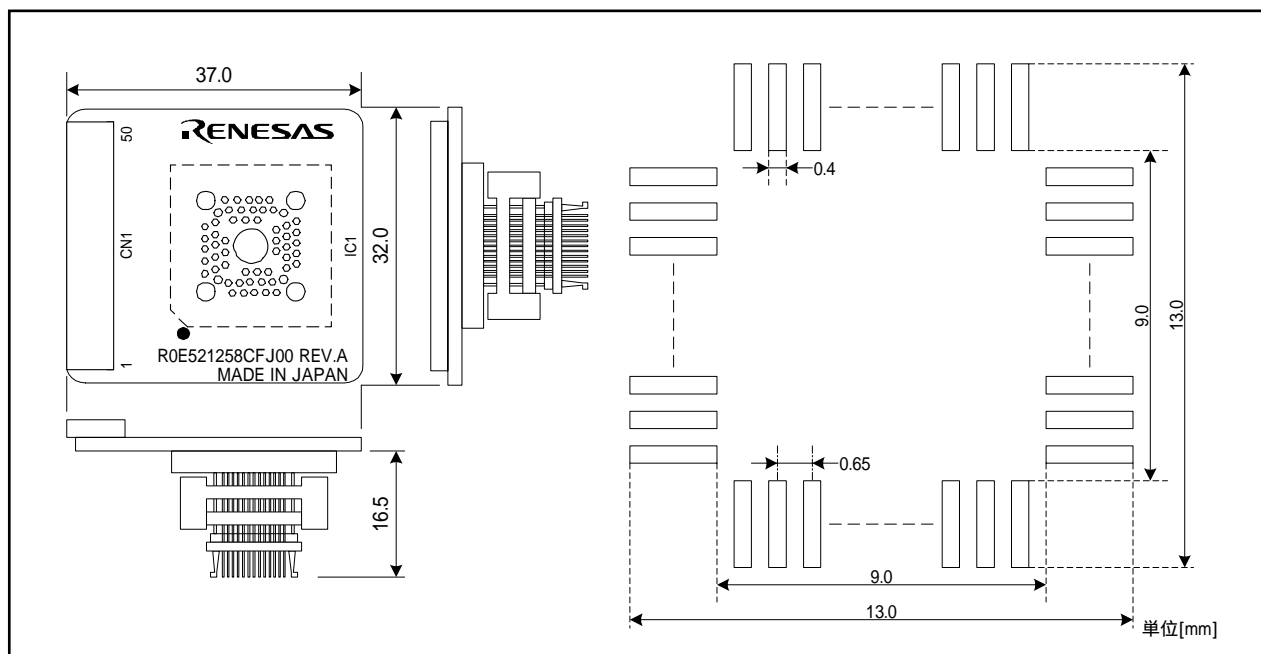

図4 R0E521258CFJ00ユーザシステム接続部の寸法図および参考フットパターン
6. R0E521258CFJ00ユーザシステム接続部の寸法図および参考フットパターン (図4参照)